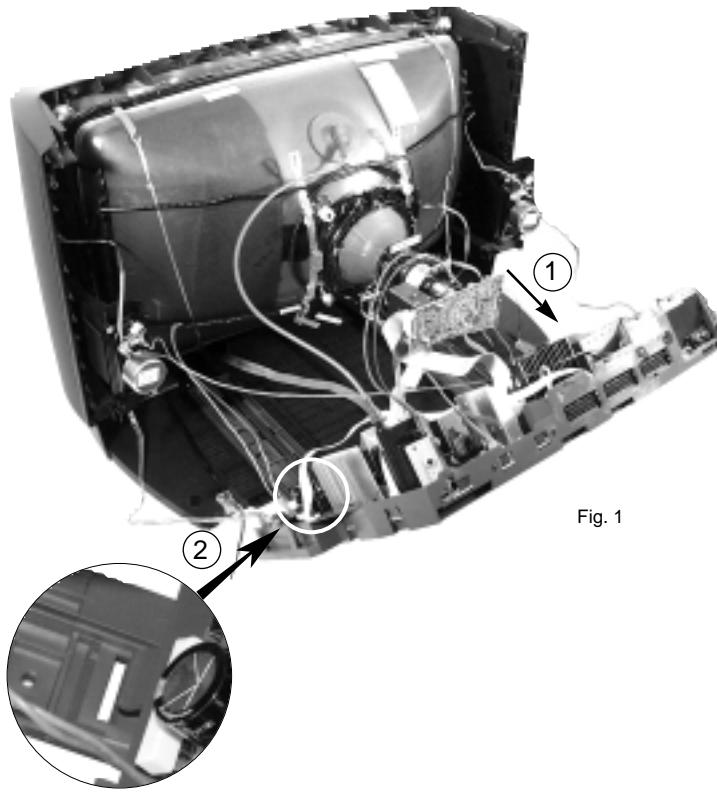

Fig. 1
- 1- Raise lightly the chassis, pull it (1) up to an intermediate position to get free.
- 2- Tip the chassis and insert the small tongue (2) in extremity of the maintain rail to fix the chassis in service position (Fig.1).
- 1- Soulever légèrement le chassis et le tirer (1) jusqu'à une position intermédiaire pour le dégager.
- 2- Basculer le chassis et engager les languettes (2) en extrémité des réglettes de maintien pour fixer le chassis en position de service (Fig.1).
- 2- Kippen Sie das Chassis und hängen es mit den Laschen (2) am Chassisrahmen in die sich am Ende der Führungsschienen befindlichen Ösen (Fig.1) ein.
- 1- Sollevare leggermente il telaio e tirarlo (1) fino ad una posizione intermedia per poterlo estrarre.
- 2- Inclinare e inserire le linguette (2) nelle apposite guide per mantenere il telaio fisso nella posizione service(Fig.1)
- 1- Alzar ligeramente el chasis, y dejarlo en una posición intermedia (1)
- 2- Bacular el chasis e insertar las lengüetas (2) en los extremos, para mantener el chasis fijo en la posición de servicio (Fig. 1).